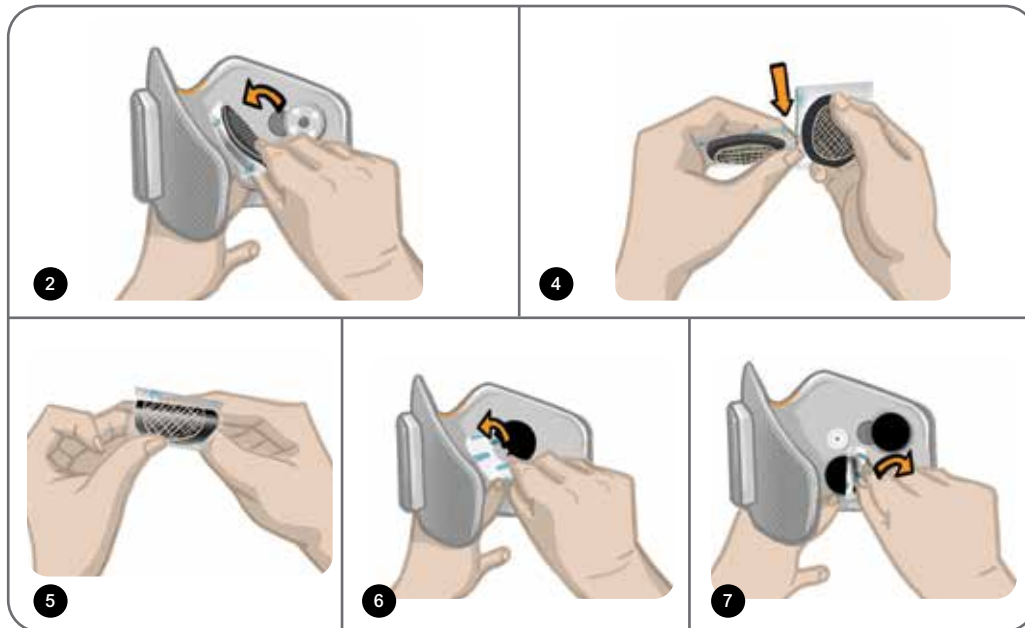

Abbildung 11-4: Austauschen der Hydrogel-Elektroden
**So tauschen Sie die L100-Hydrogel-Elektroden aus: (siehe Abbildung 11-4)**